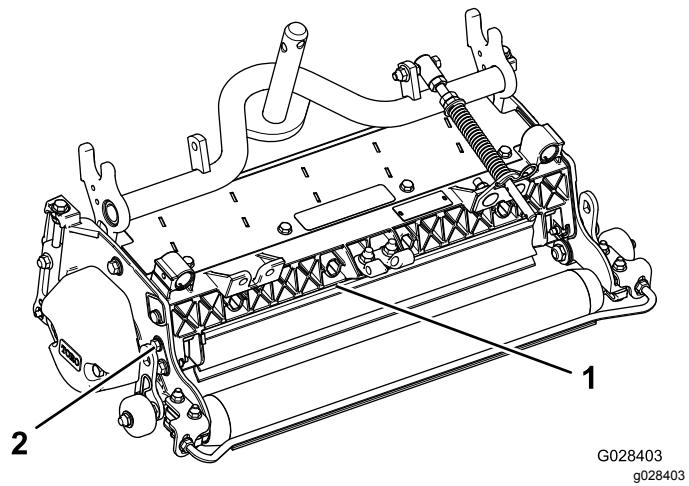

Figura 11
- Desaperte os parafusos no apoio do resguardo de relva (Figura 11).
- Rode o resguardo de relva para a posição pretendida e aperte os parafusos (Figura 11).